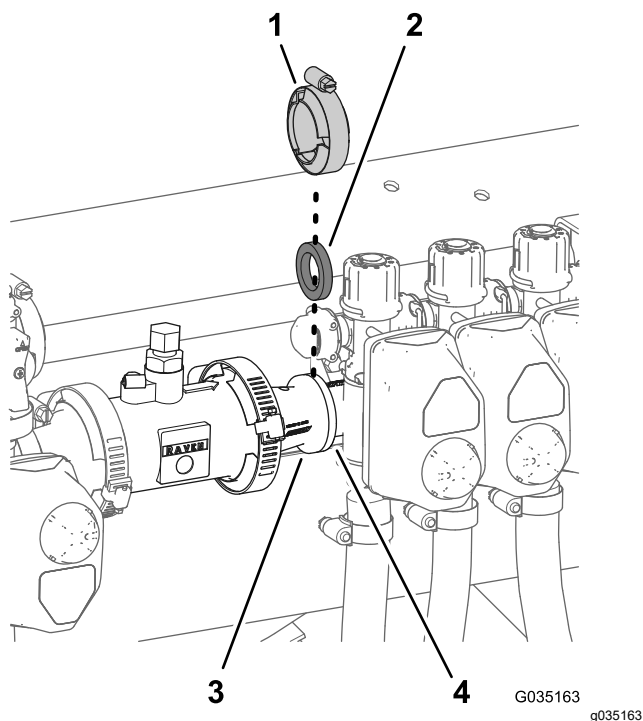

Рисунок 36
3. На машинах с системой опрыскивания ExcelaRate снимите фланцевый хомут и уплотнительную прокладку, с помощью которых переходной патрубок присоединяется к клапану левой секции стрелы (**Рисунок 36**).